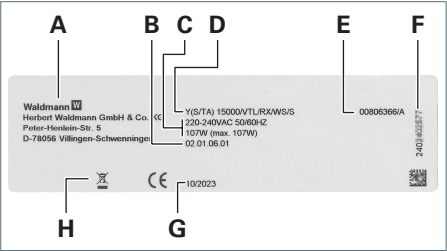

Fig. 27: Targhetta testa dell'apparecchio (esempio).
- Testa dell'apparecchio presente, a partire dal numero di serie 2402389763, vedere Fig. 27.